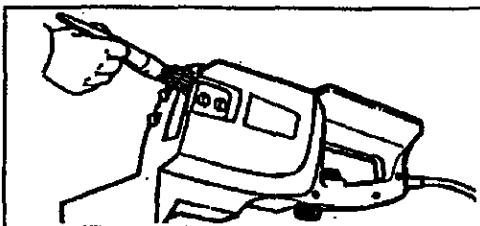

Figura 30
- Elimine todo el serrín y el aceite de la rueda de espigas y del fuste de montaje de la barra de corte. Figura 30.